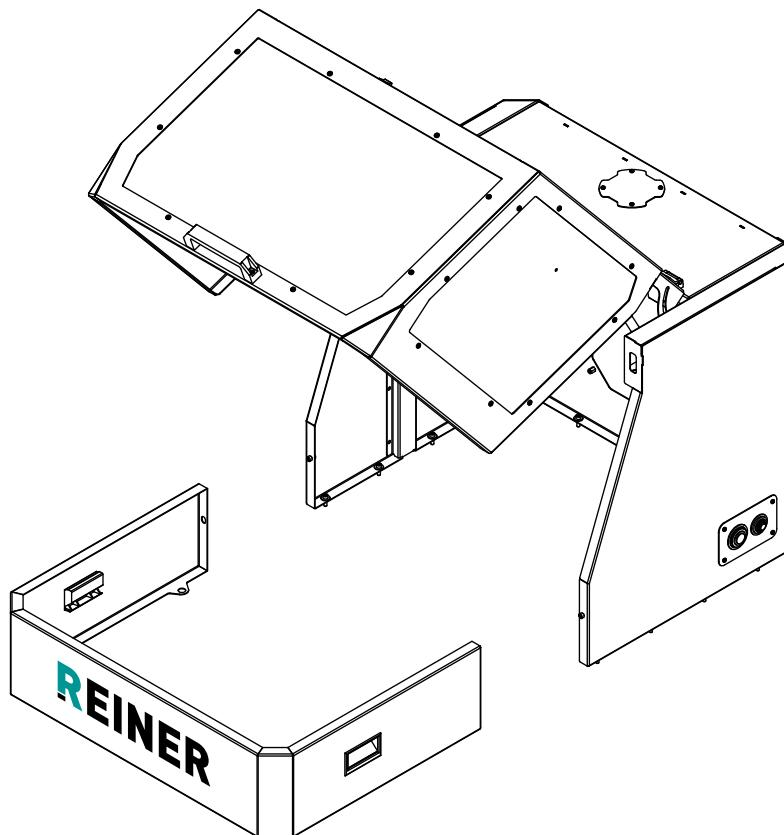

Рисунок 9 – Подготовка кабины к установке станка.
- отсоединить фартук (рис. 9);